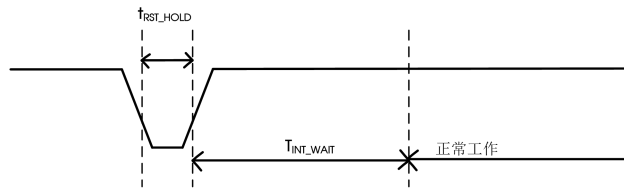
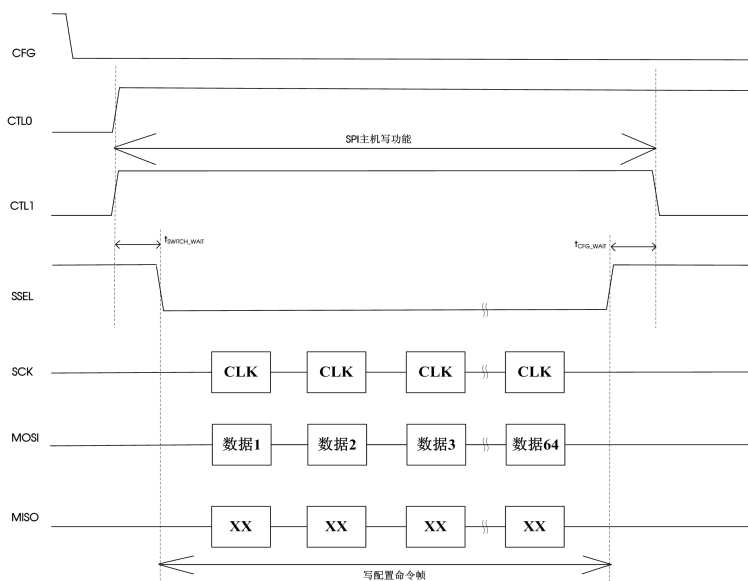

图 1 复位时序图
图 5 写配置
注: (1) 时序图参考图 1~图 5;
(2) n 为用户实际配置的 UART 帧间隔字符数。